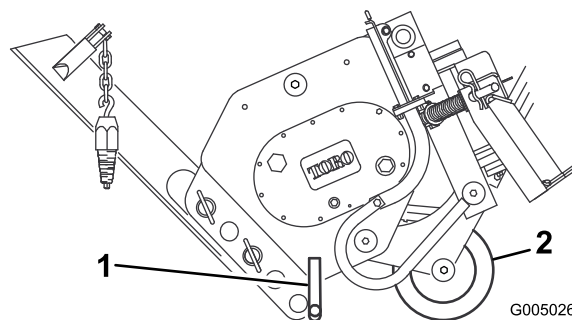

Рисунок 8
3. Отверните отвал вверх и закрепите его, как показано на Рисунок 8.
4. Наклоните плуг вперед и опустите его на землю или прицеп, опора и нож должны удерживать вес плуга (Рисунок 8).